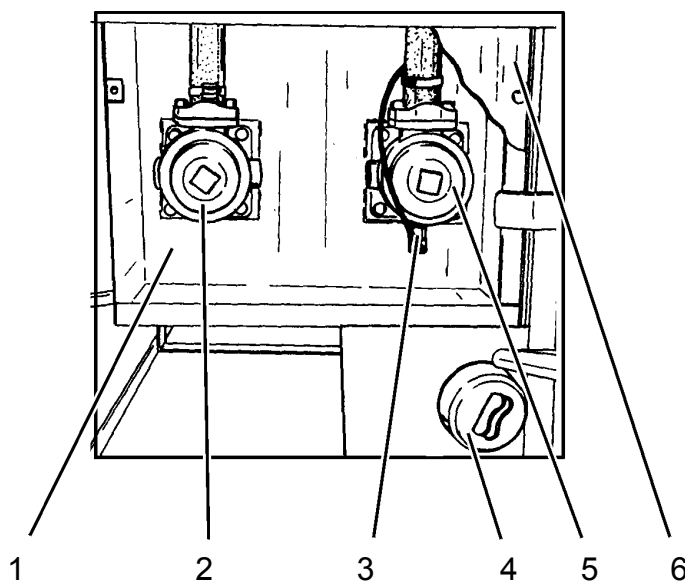

Рис. 10Е.2. Бак гидросистемы (вид сверху)
Доступ к возвратным фильтрам (2 и 5, Рис. 10Е.2.) возможен только после выкручивания трех болтов и после снятия крышки (6) бака гидросистемы.